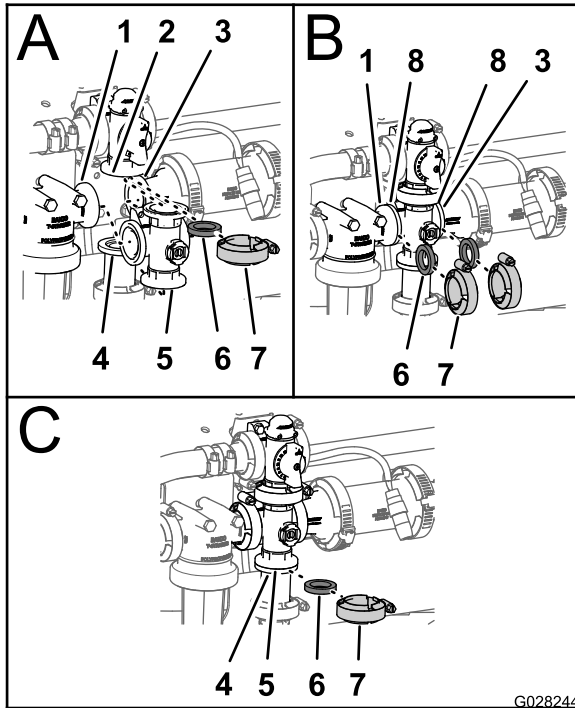

Figure 121
1. Alignez la bride de la vanne de dérivation d'agitation, 1 joint et la bride de raccord d'embout du collecteur de la vanne d'agitation (Figure 121).
- Montez la vanne de dérivation d'agitation, le joint et le collecteur de la vanne d'agitation avec un collier serré à la main (Figure 121).
- Placez un joint entre les brides de la tête du filtre sous pression et du collecteur de vanne d'agitation (Figure 121).
- Montez la tête du filtre sous pression, le joint et le collecteur de vanne d'agitation avec un collier serré à la main (Figure 121).
- Placez un joint entre les brides du collecteur de vanne d'agitation et de l'accouplement réducteur (Figure 121).
- Montez le collecteur de vanne d'agitation, le joint et le raccord adaptateur avec un collier serré à la main (Figure 121).
- Placez un joint entre les brides du collecteur de vanne d'agitation et le raccord adaptateur du régulateur de pression d'agitation (Figure 121).